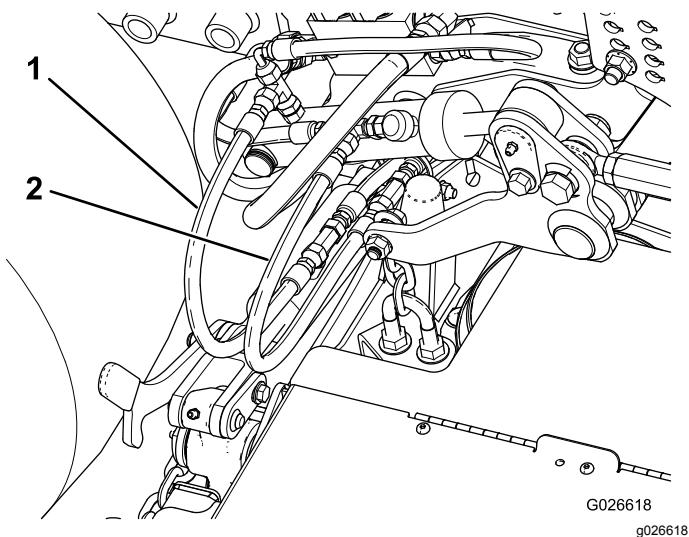

Figura 13
5. Instale o tubo curto fornecido com o kit na porta exterior, no cilindro de elevação lateral direito (Figura 13).
6. Instale a outra extremidade do tubo curto na união em T, na porta traseira do cilindro de elevação da plataforma (Figura 13).